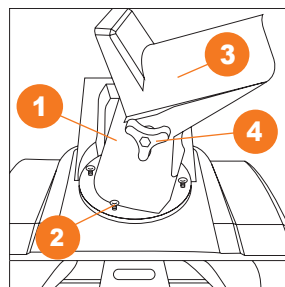

Рис. 9
- Установите трубу выброса снега **1** и зафиксируйте её четырьмя винтами **2** в основании крепежа для трубы выброса (Рис. 9).
- С помощью дефлектора **3** отрегулируйте дальность выброса снега и зафиксируйте его двумя барашками **4** (Рис. 9).